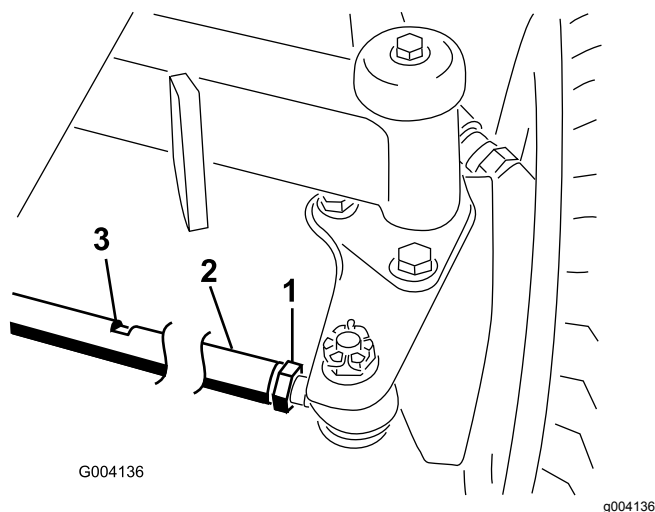

Рисунок 93
2. Ослабьте контргайку с каждой стороны стяжной тяги (Рисунок 93).